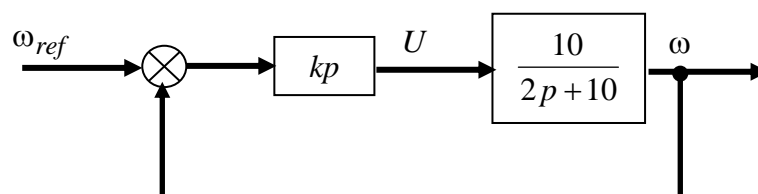

figure 2
2. Boucle Fermée B.F: (à retour unitaire) (figure 2)
- Réaliser le système de la figure 2 sur le simulink.